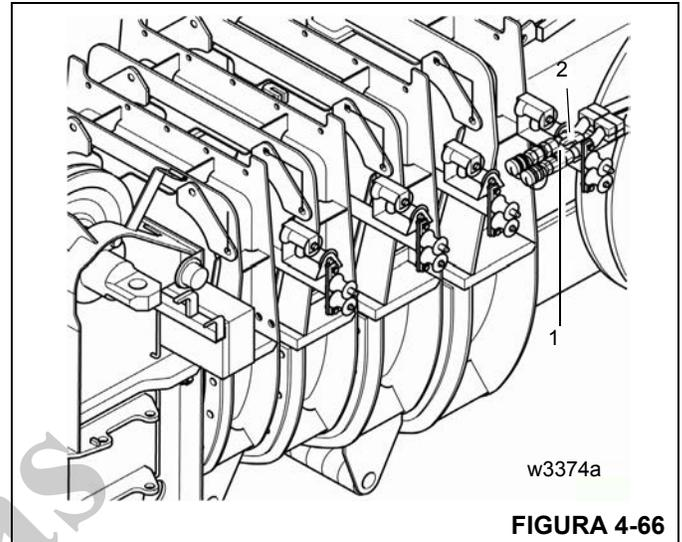

FIGURA 4-66
Deve-se sempre inserir o dispositivo anti-torção antes de liberar o alívio de tensão (1) do suporte (2) na lança principal (Figura 4-66).